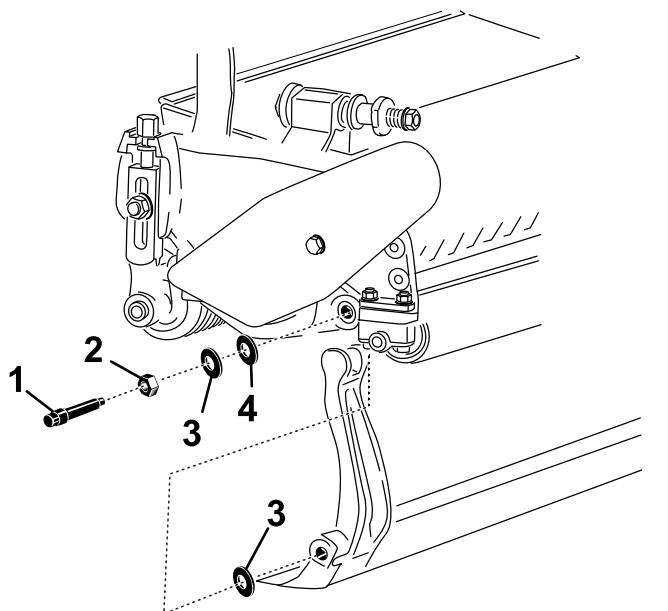

Figura 26
Tenete in considerazione le 2 rondelle di nylon e le 2 rondelle in acciaio stampato su ciascun lato della barra di appoggio (Figura 26).
- Collocate una rondella di nylon su ciascun lato del risalto della piastra laterale. Posizionate una rondella di acciaio all'esterno di ciascuna rondella di nylon (**Figura 26**).